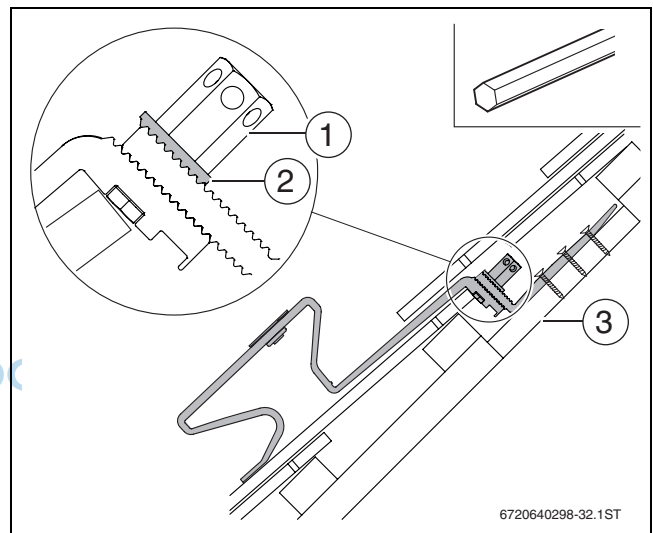

Bild 24
- Wenn erforderlich, auf den Sparren ausreichend tragfähige Bretter/Bohlen befestigen (→ Bild 24 [3]). Wenn erforderlich, Konterlattung in diesem Bereich entfernen.